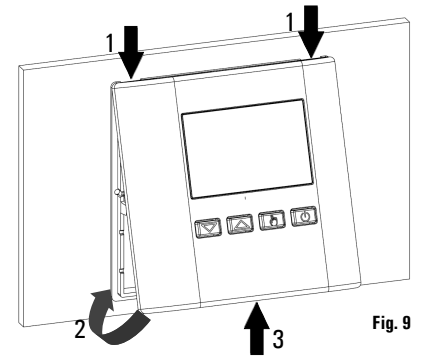

Fig. 9
- Refermer le boîtier et repousser vers l'intérieur avec un doigt la languette en plastic située sur le côté gauche de la base (indiquée par une flèche Fig. 9) et exercer une pression pour introduire l'extrémité de celle-ci dans le trou prévu à cet effet.